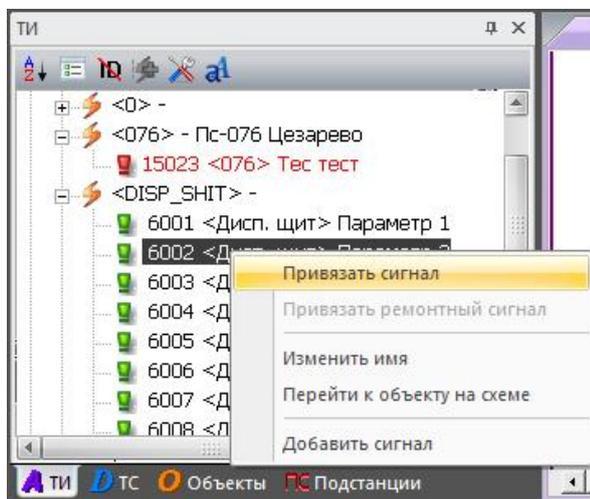

Рисунок 352 – Команда «Перейти к объекту на схеме»
**Команда «Перейти к объекту на схеме»** (рисунок 352) позволяет осуществить быстрый поиск нужного сигнала в рабочем документе. Найденный сигнал будет автоматически выделен метками.